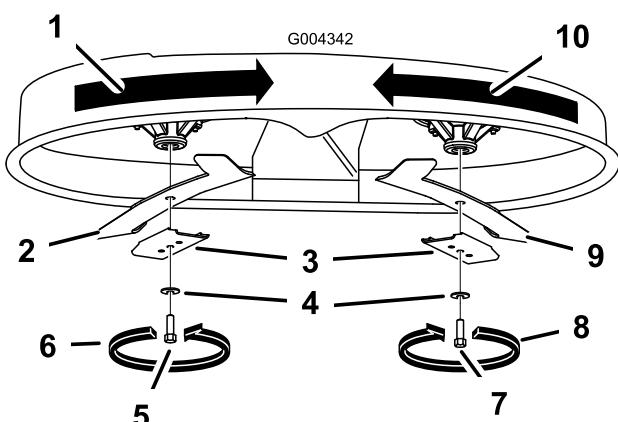

Figura 49
1. Instale a lâmina no veio (Figura 49).
2. instale um esticador de lâmina, a anilha curva (lado oval virado para a lâmina) e o parafuso da lâmina (Figura 49).